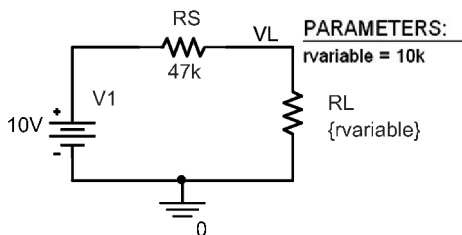

图 5.7 阻抗匹配电阻网络
如图 5.7 所示为简单的电阻匹配电路，绘制负载电阻功耗随其阻值变化的曲线。
2. 从 source 元件库选择  $V_{DC}$  直流电压源，并设置其值为 10V。从 analog 元件库选择电阻 R，重命名为 RS，阻值设置为 47k；选择电阻 R，重命名为 RL，阻值设置为 {rvariable}。从 capsym 元件库连接 0V 接地符号 (Place > Ground)。把电阻 RS 与 RL 的连接节点命名为 VL (Place Net > Alias) (见图 5.7)。
8. 通过选择菜单 **PSpice > Markers > Power Dissipation** 或者图标  或  在电阻 RL 上放置功率探针，如图 5.7 所示。